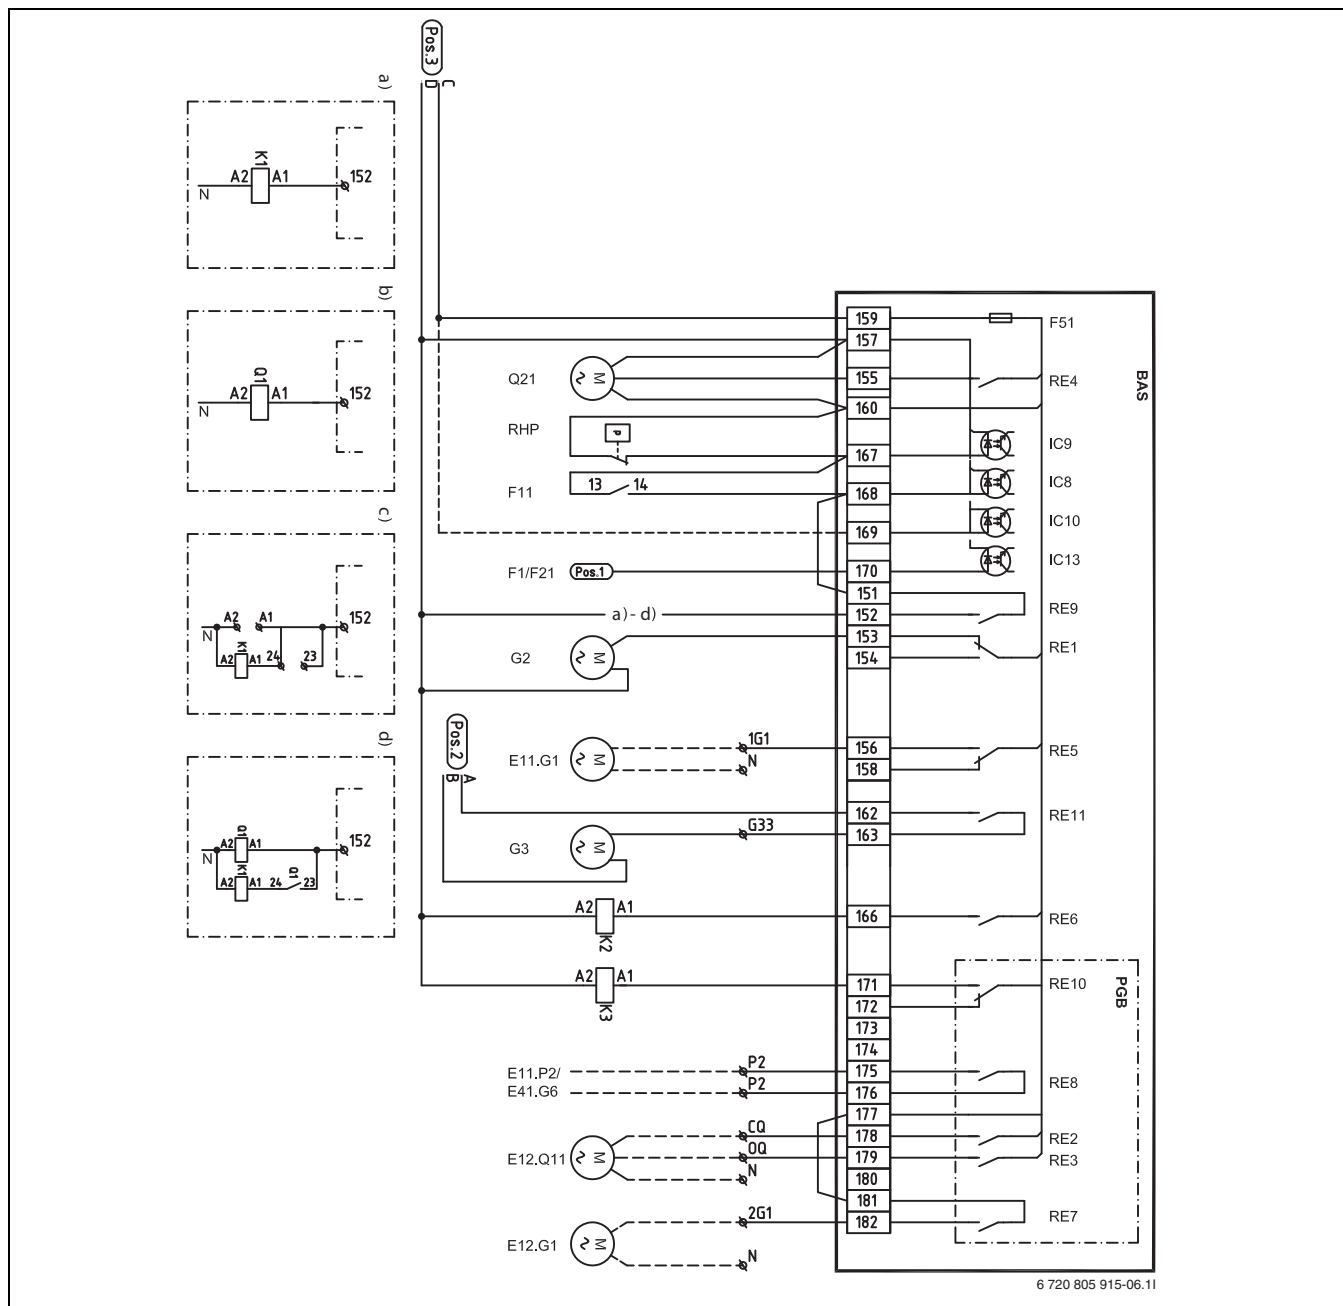

Bild 42 Komplet elschema anslutningar (230V)
4. Kontrollera inkopplingen enligt elschema (→ Bild 41) (→ Bild 42).
- ▶ Kontrollera att kraftkablarna är monterade i följande ordning: L1 Svart, L2 Brun, L3 Grå (→ Bild 41) (→ Bild 42).
- ▶ Kontrollera inkopplingen enligt elschema (→ Bild 42).